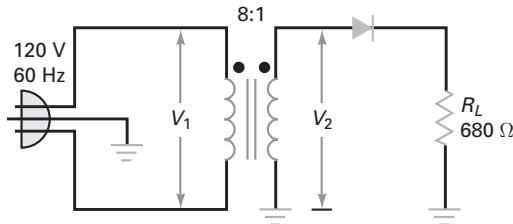

Figura 4-37
- 4-7** Calcule a tensão de pico na saída e a tensão CC na saída na Figura 4-37 usando um diodo ideal.
- 4-8** Calcule a tensão de pico na saída e a tensão CC na saída na Figura 4-37 usando a segunda aproximação.